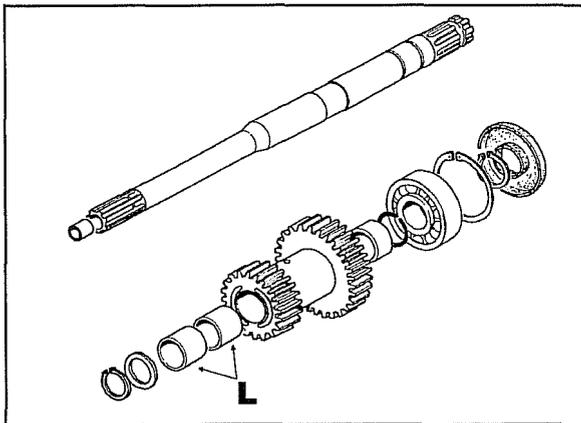

Abb. 5
Die Abb. 5 zeigt die synchronisierte Zapfwelle in der Übersicht mit ihren Einzelteilen.
5. Die Bronzelager **L** Abb. 5 des Doppelzahnrades herausziehen und ersetzen.